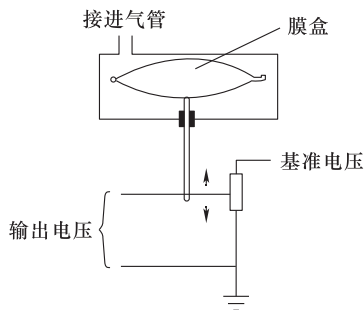

图 3-20 真空膜盒可变电阻器式进气压力传感器的结构
1) 结构。真空膜盒可变电阻器式进气压力传感器的结构如图 3-20 所示。它利用操纵杆的移动使电位计滑动臂的滑动触点左右移动，从而改变可变电阻的输出电阻值，进而改变输出电压的大小。当进气压力较大时的，膜盒收缩，操纵杆回缩，使电位计的滑动触点向上移动，从而增大了分压电压的大小，即增大了输出电压值；反之，则膜盒膨胀，输出电压减小。